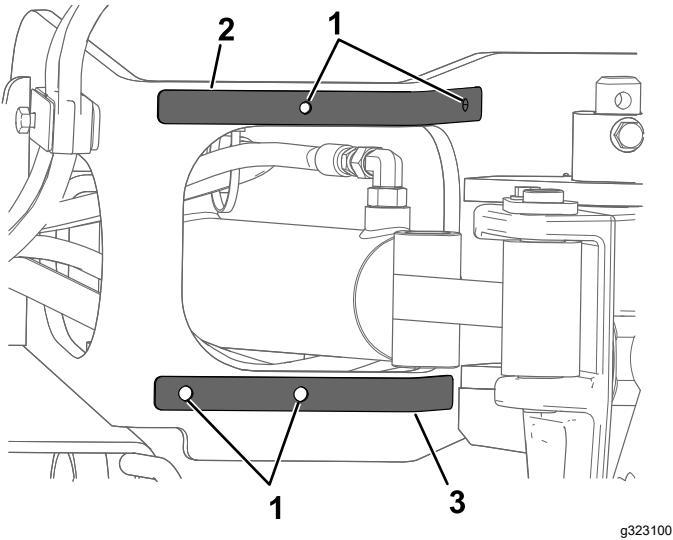

Figura 7
3. Utilizzando le staffe superiori e inferiori come modelli, marcate e praticate i fori (diametro di $\frac{1}{4}$ ") nel telaio (Figura 7).